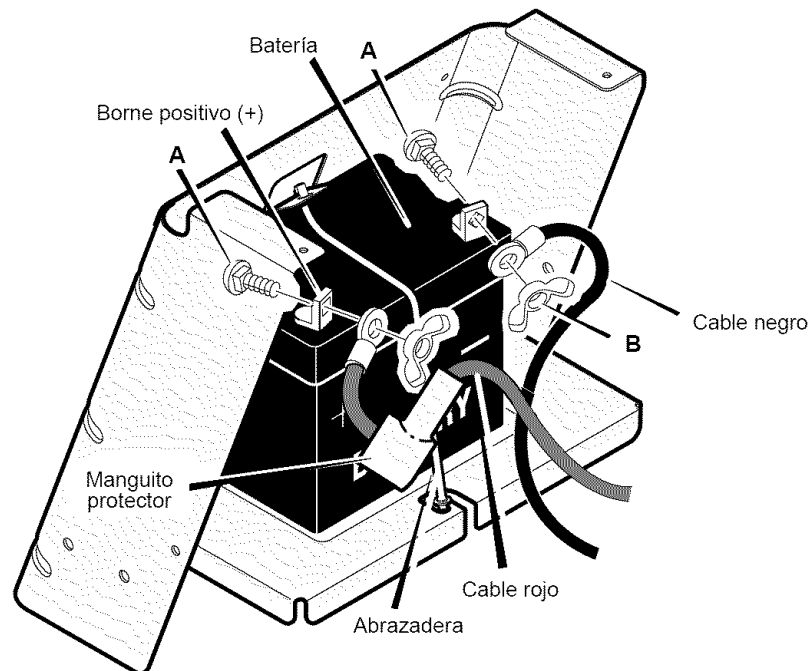

Figura 59
1. Desconecte el cable negro del borne negativo (-) (Figura 59).